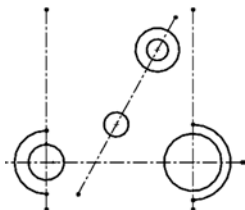

图 2-126 绘制圆
⑤ 单击“草图”工具栏中的“圆”按钮，弹出“圆”属性管理器。分别在斜中心线上绘制 3 个圆，单击“确定”按钮，如图 2-126 所示。